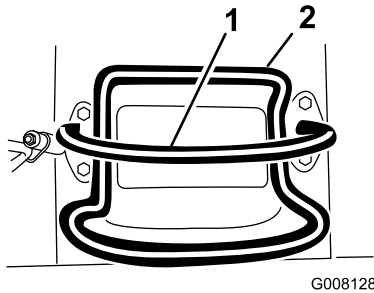

Figura 6
- Para detenerse, suelte el control de tracción (Figura 6).